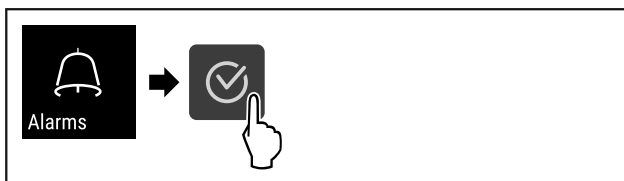

Fig. 103
- ▶ Udfør handlingstrinene (se Fig. 103) .